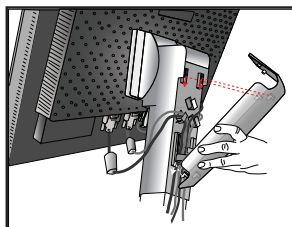

Figura 8
- Sujete firmemente todos los cables y coloque la cubierta para cables sobre el soporte (Figura 8).